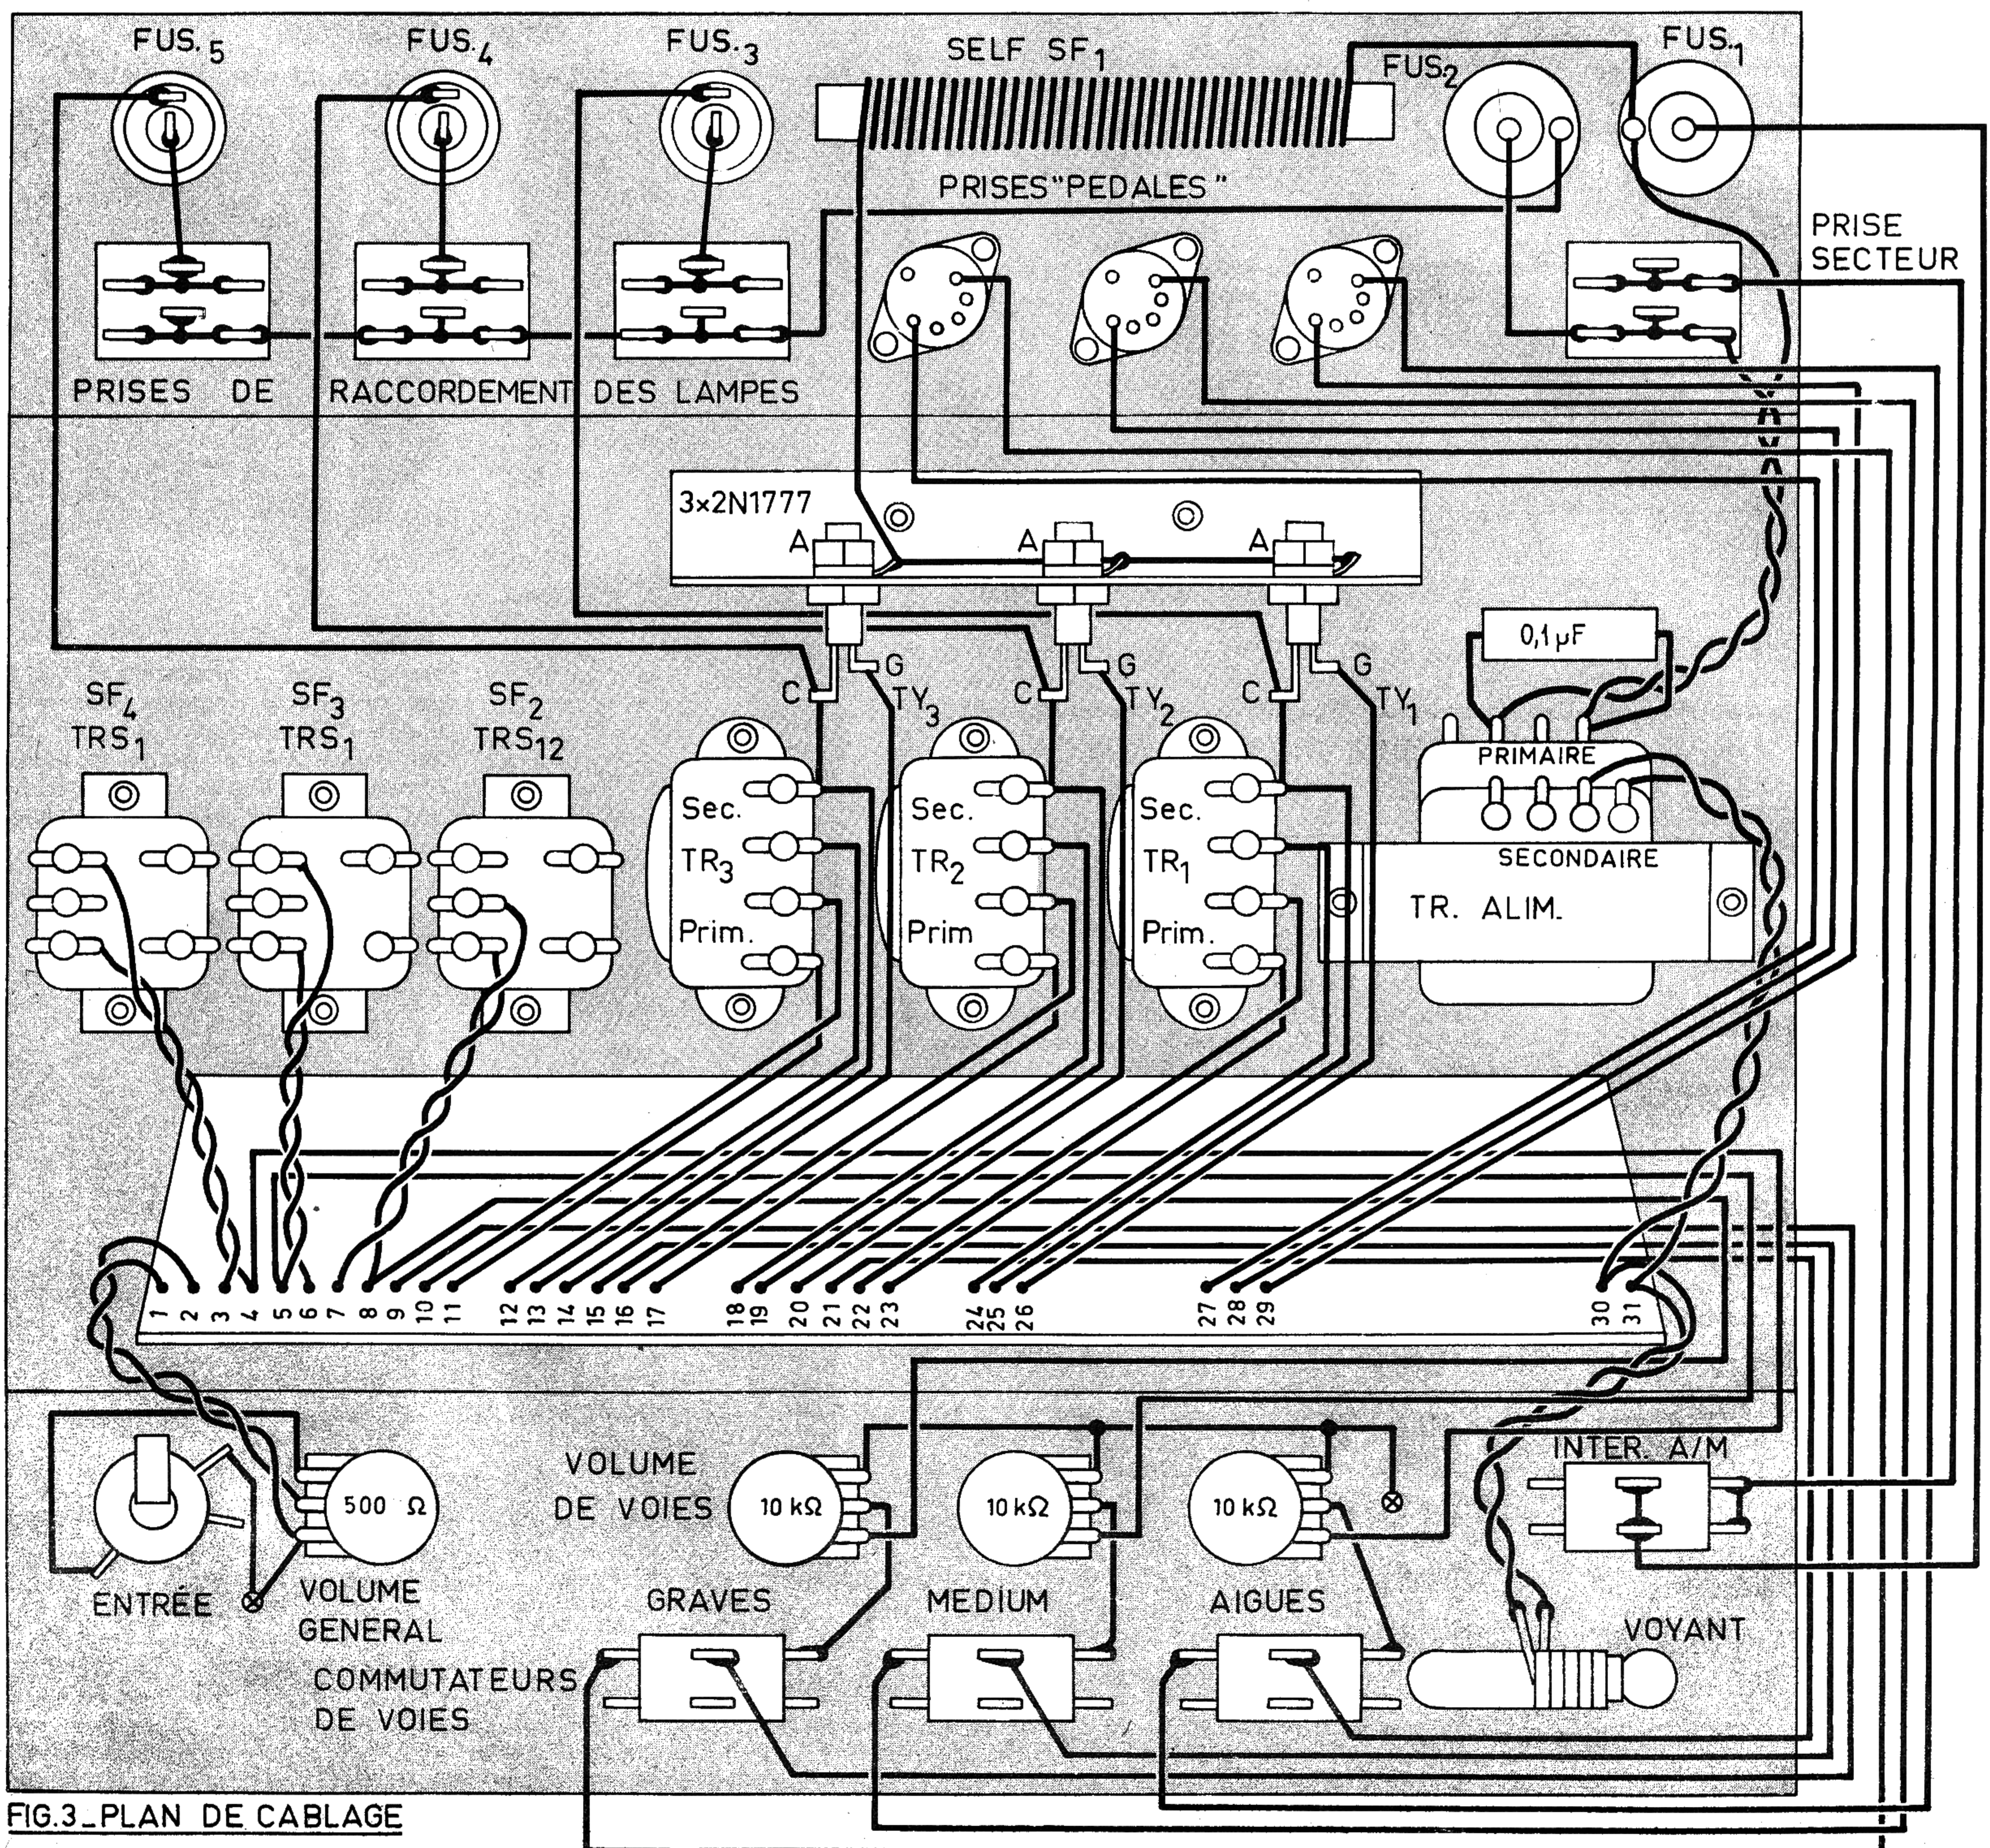

FIG. 3 - PLAN DE CABLAGE
Le montage s'effectue selon le plan de câblage de la figure 3, à l'intérieur d'un châssis métallique de 310 x 170 x 70 mm. Sur le panneau arrière on monte les 3 prises de raccordement des lampes, les 3 porte-fusibles de 6 ampères, les 2 porte-fusibles de 16 ampères. Les 3 prises « Pédale », la prise « Secteur » et la self SF1. Cette dernière est soudée par ses pattes de fixation. Sur les prises de lampes on soude les lignes qui sont indiquées sur le plan de câblage. En raison de l'intensité du courant dans le circuit des lampes, on utilise pour ces connexions du fil nu de forte section (15/10). Avec du fil de même nature on raccorde entre elles les cosses de la prise « secteur ».
La figure 3 montre la distorsion. La courbe (B) représente la distorsion harmonique totale en pourcentage. On voit qu'au-dessus de 4 W elle est de l'ordre de 0,5 % et atteint environ 0,7 % à 5 W pour augmenter au-delà de cette puissance qu'il ne faut pas dépasser.